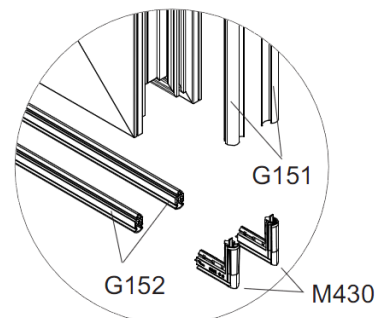

**Fig. 1 Guarnizione G152 e M422**
8. Infilare la guarnizione **G152** all'interno e all'esterno dell'anta lato orizzontale inferiore, infilare **M422** all'esterno della battuta centrale e incollarla alle estremità (Fig. 1).